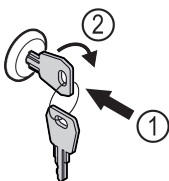

Fig. 46 Voorbeeld
- Sleutel erin duwen Fig. 46 (1).
- Sleutel 90° rechtsom draaien Fig. 46 (2).